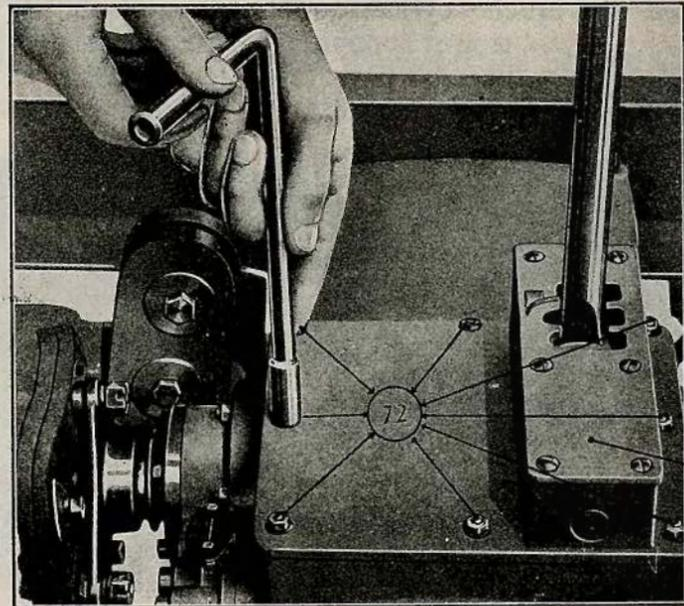
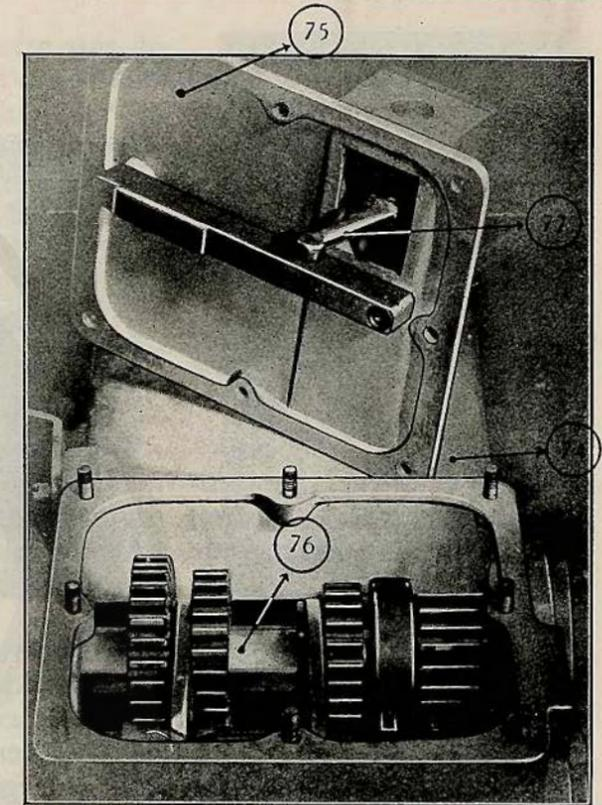
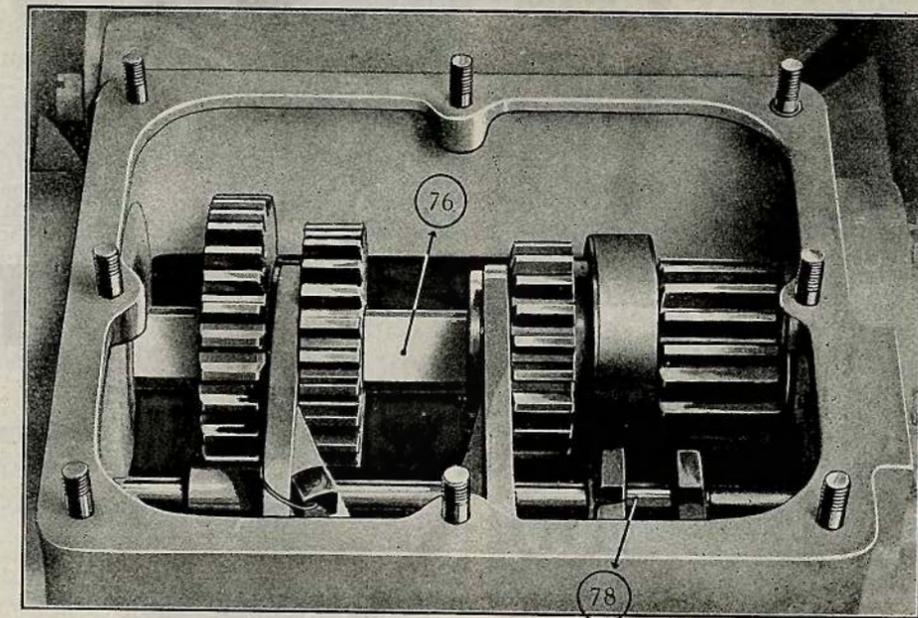

FIG. 16
FIG. 17
FIG. 18
La boîte de vitesses est d'une solidité à toute épreuve. Les arbres sont cémentés, trempés et rectifiés, ils sont portés par des roulements à billes. Les pignons sont en acier cémentés et trempés pour assurer la plus grande résistance à l'usure. Le carter de la boîte est d'une seule pièce (74) sur laquelle vient s'ajuster un couvercle (75); sur celui-ci se trouve monté le levier de commande et la grille (73) des différentes vitesses. Pour vérifier le graissage de la boîte il suffit de desserrer tous les écrous (72) qui fixent le couvercle (fig. 16), ce qui permet de le sortir complètement (fig. 17). Le niveau du lubrifiant doit arriver à toucher la partie inférieure de l'arbre (76) ainsi qu'il est indiqué sur la figure 18. L'extrémité
Remarque. - Tous les 10.000 km. vidanger la boîte et regarnir en faisant le niveau jusqu'à fleur de l'arbre supérieur comme indiqué sur la figure 18. Employer de préférence de l'huile épaisse de cylindre de machine à vapeur ou à défaut de la valvoline, jamais de graisse consistante. Avant de refaire le niveau on peut laver le fond du carter avec du pétrole très soigneusement. Ne jamais se servir de chiffons pour essuyer, se servir d'un pinceau seulement.